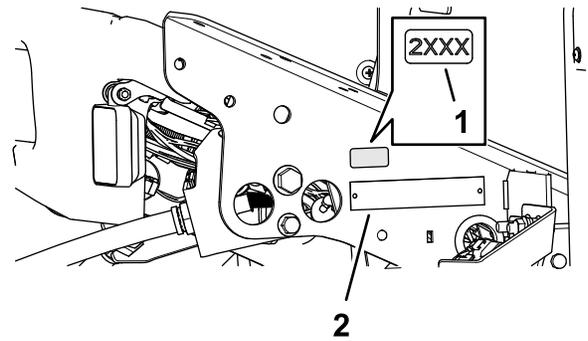

图 38
1. 使用外用酒精和干净的抹布清洁序列号牌旁边的地板支架区域并让支架晾干图 38。